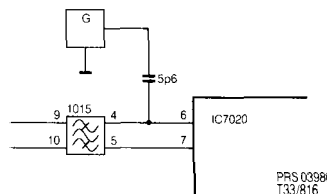

Fig. 7
Brancher un générateur de mire (un PM 5326, par exemple) comme indiqué à la Fig. 7 et en régler la fréquence à env. 38,9 MHz. Brancher un voltmètre à la broche 15-IC7020 et ajuster à 6V (DC) avec 5034. (Inactif au système SECAM L')
- a. Raccorder un générateur de signal (un PM5326 par exemple) comme indiqué à la Fig. 7 et en régler la fréquence à 38,9 MHz. Moduler en amplitude le signal avec 1 kHz, par exemple. Dessouder la résistance 3001 d'un côté (tension d'alimentation pour le tuner).